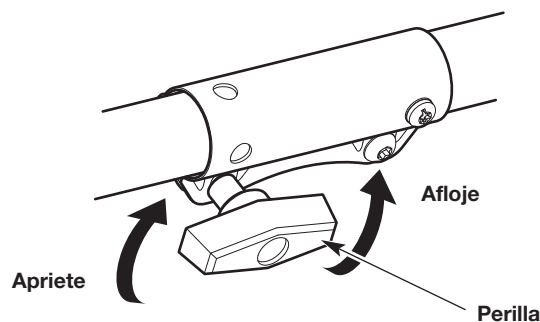

Fig. 3
3. Gire la perilla en el sentido contrario a las agujas del reloj para aflojar el acoplador (Fig. 3).
6. Gire la perilla en el sentido de las agujas del reloj para apretar el acoplador (Fig. 3).
2. Gire la perilla en el sentido contrario a las agujas del reloj para aflojar el acoplador (Fig. 3).